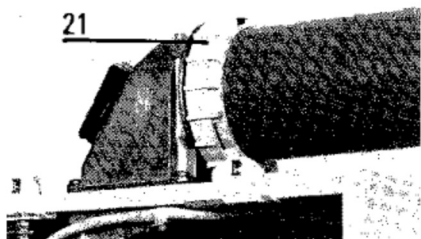

Fig. 16
Emboîter la gaine PVC et la bloquer avec la bague de serrage rapide (21) (fig. 16).